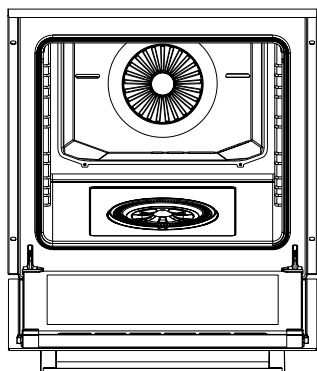
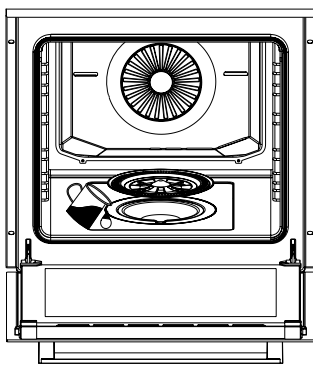
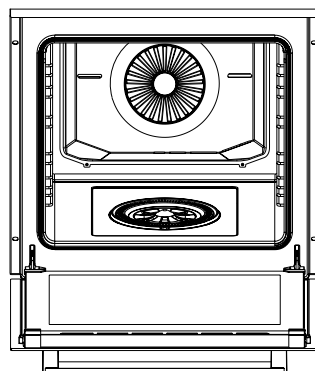

Figura 12
Figura 13
Figura 14
**2.** Aprire il coperchio dell'apparecchio (vedi figura 12). Rimuovere il coperchio del serbatoio dell'acqua e riempire il serbatoio (vedere figura 13). Quindi, chiudere il coperchio del serbatoio dell'acqua (vedere figura 14). Chiudere il coperchio dell'apparecchio e preriscaldarlo per 10 minuti. Dopo il preriscaldamento è possibile inserire gli alimenti nell'apparecchio.